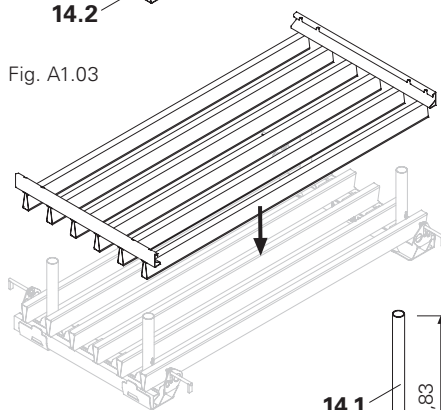

Fig. A1.05
4. Appoggiare il secondo elemento nel primo con i profili trasversali rivolti in alto (Fig. A1.05)